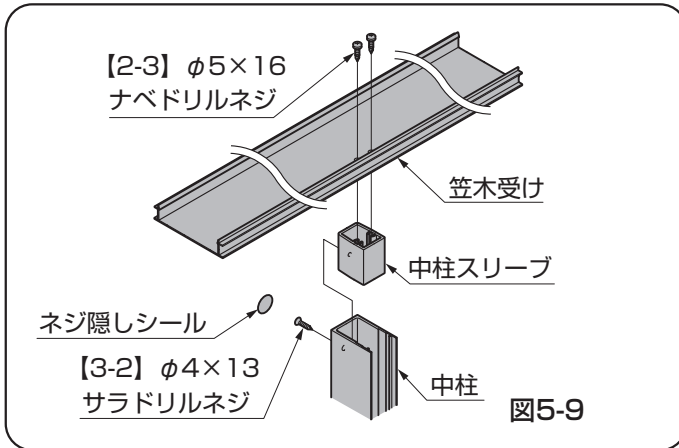
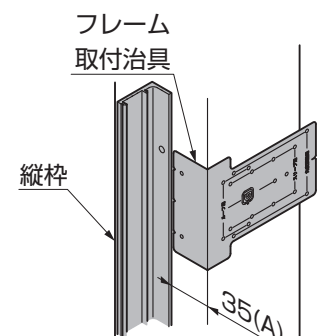

図5-9
図5-11 B部取付け詳細
- フレーム取付治具を使うと位置出ししやすくなります。(図5-11参照)
- ①→②→③の取付け手順を守ってください。取付けられなくなります。
- ① 中柱スリーブを【3-2】で中柱に取付けてください。(図5-9参照)
- ② 中柱にアンカー棒を入れてください。
- ③ 中柱を【2-3】で笠木受けに取付けてください。(図5-9参照)